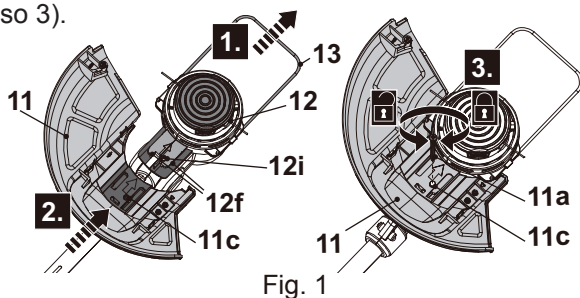

Fig. 1
1. Dé la vuelta al cabezal de corte (12).
2. Retire primero el protector de (13) plantas (Fig. 1, paso 1), luego alinee y deslice el protector (11) en las ranuras deslizantes (12f) del cabezal de corte (12) (Fig. 1, paso 2). Introduzca completamente el protector (11) y asegúrese de que los agujeros de los tornillos (11c, 12i) estén bien alineados.
3. Fije el protector (11) con el tornillo (11a) en el sentido de las agujas del reloj (Fig. 1, paso 3).